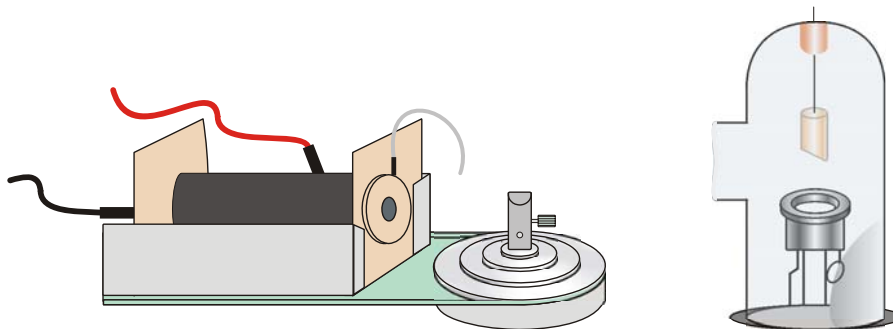

Fig. 2 Montaje de la cámara de ionización en el brazo de medida
- La cámara de ionización se enclava en el brazo de medida (ver Fig. 2).